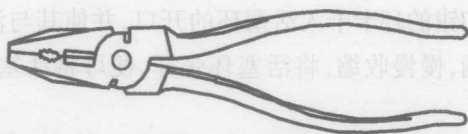

图 1-11 钢丝钳
4. 钢丝钳 如图 1-11 所示,钢丝钳是用来夹持或折断金属薄板及切断金属丝的,分为铁柄和绝缘柄两种。铁柄供一般使用,绝缘柄供有电场合使用。钢丝钳的规格有 150mm、175mm 和 200mm 三种。